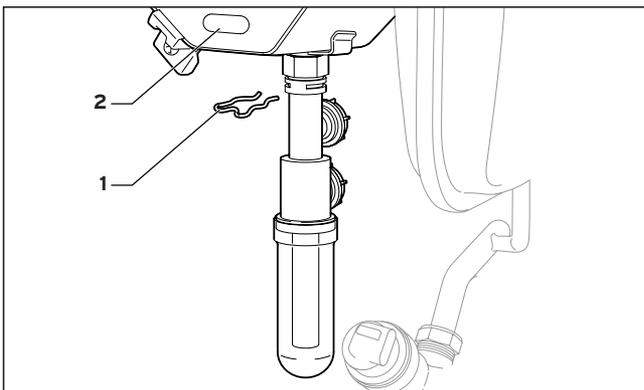

Abb. 7.6 Ausbau des Kondenswassersiphons
Zum Reinigen der Kondenswasserwege (Abb. 7.6) kann der komplette Kondenswassersiphon durch Herausziehen der Klammer (1) abgenommen werden. Danach sind die beiden Kondenswasserablaufstutzen am Wärme-